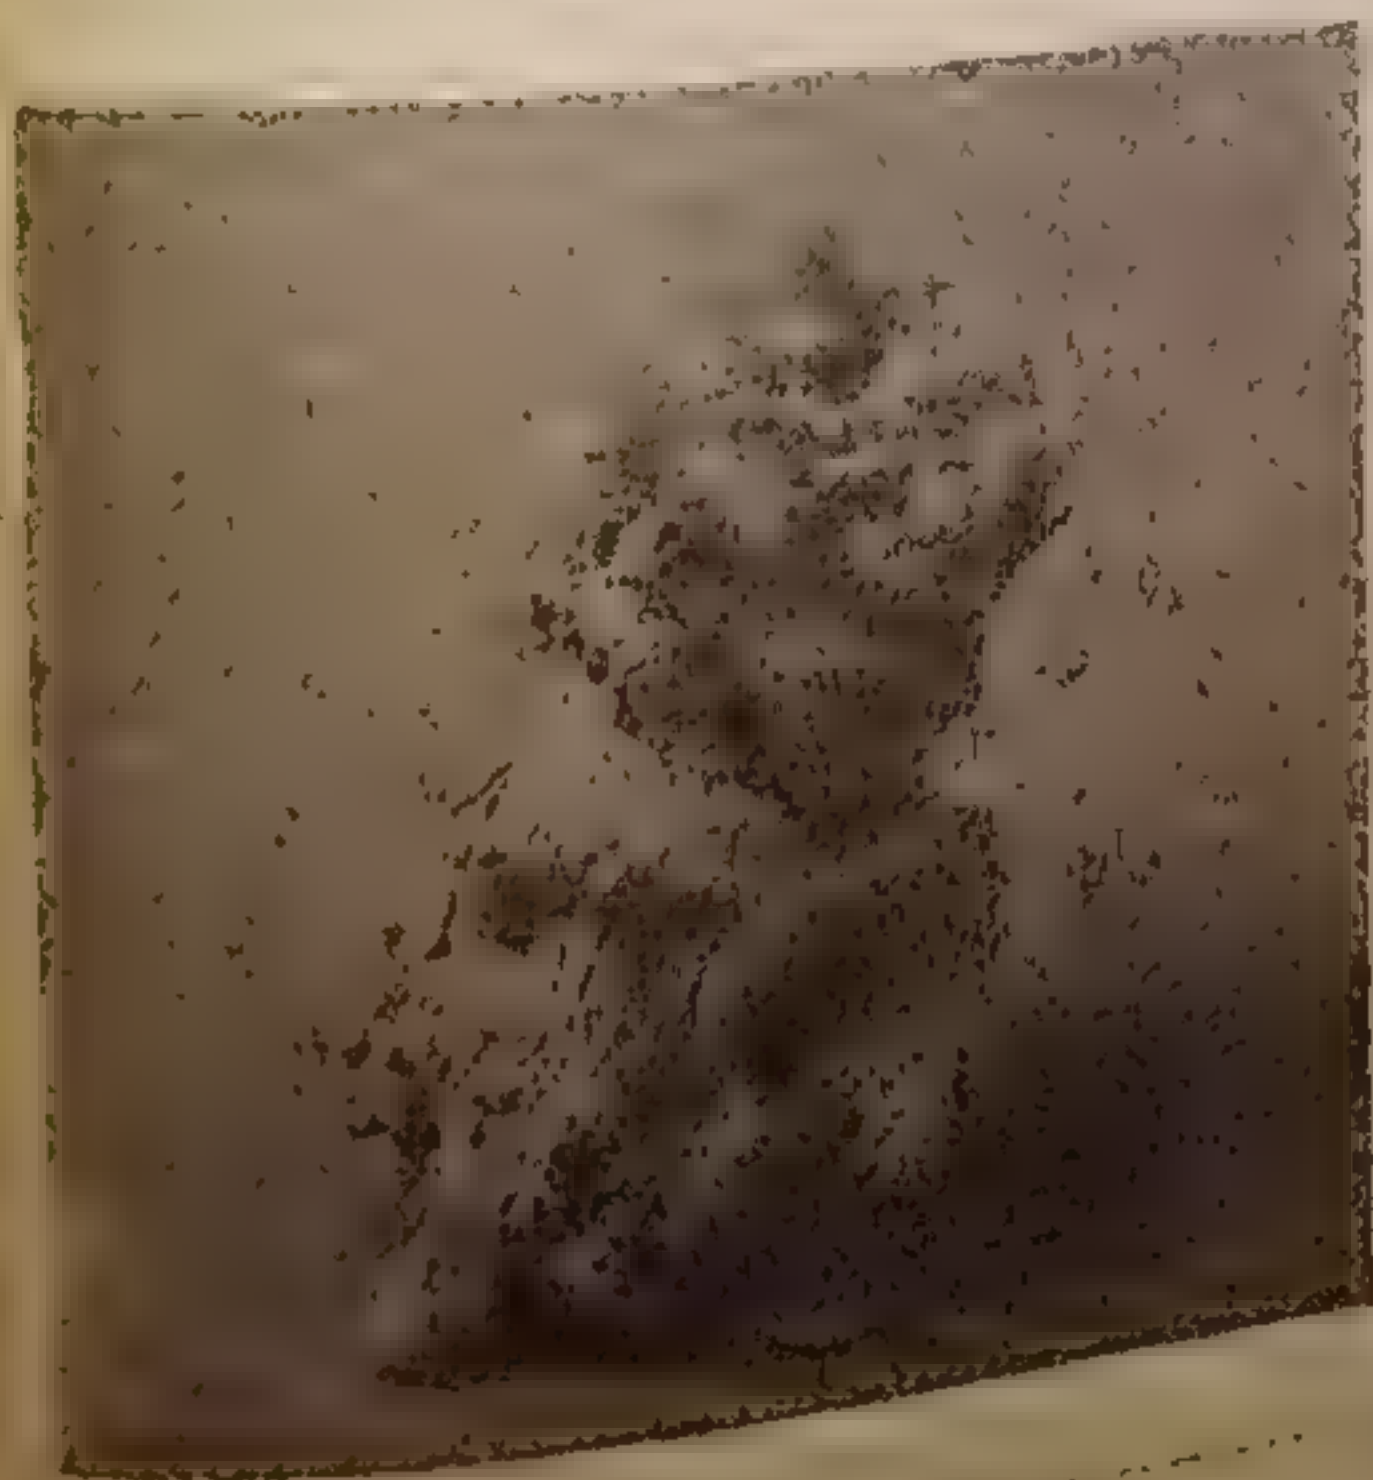

Рис. 11. Яковлев О. Г. «Провинился»
**Лесная находка.** К такой лесной скульптуре относятся корни, пни (особенно их сердцевина), ветки и др. Это созданные природой художественные образы. Они сохраняют и после обработки свою первоначальную природную законченность форм, своеобразность. Работы эти очень пластичны (рис. 11, 12).